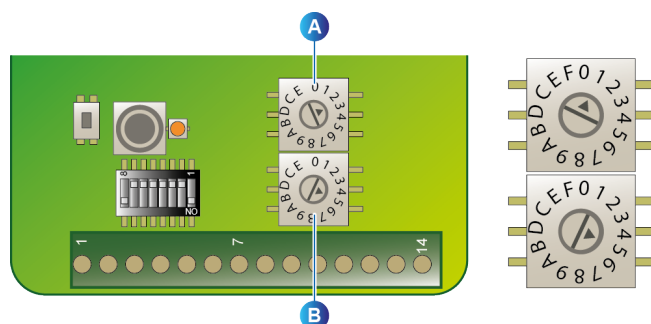

Рис. 50. Адресация радиокарты.
1. Проверьте конфигурацию адресов (вращающиеся переключатели, радиокарты газоанализаторов *OLCT 80* (Рис. 50, поз. А и В) и *Мастер-приемника* (Рис. 52, поз. D).